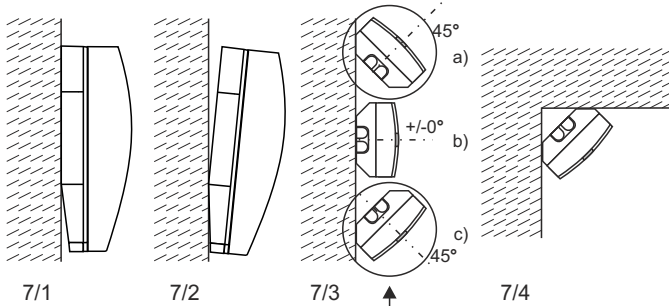

Abb. 7 Abreißsicherung bei a) und c) nicht möglich
Montage gemäß Abb. 7/2
6.3 Montagemöglichkeiten (Abb. 7 und 8)
- 0° vertikal geneigt (Abb. 7/1)
- 3° vertikal nach unten geneigt (Abb. 7/2)
- 45° horizontal nach links oder rechts (Abb. 7/3)
- Eckmontage (Abb. 7/4)
Falls die in Abb. 7 gezeigten Möglichkeiten nicht ausreichen, können Sie den Melder auf das Verstellgelenk montieren.
Die Art der Befestigung des Gehäuseunterteils ist abhängig von der Montageart gemäß Abb. 7:
- **0° vertikal geneigt** (Abb. 7/1)
- **3° vertikal nach unten geneigt** (Abb. 7/2)
- **45° horizontal nach links oder rechts** (Abb. 7/3)
Beachten Sie bitte, dass die Abreißsicherung bei einer Montage gemäß Abb. 7/3a und 7/3c nicht verwendet werden kann!